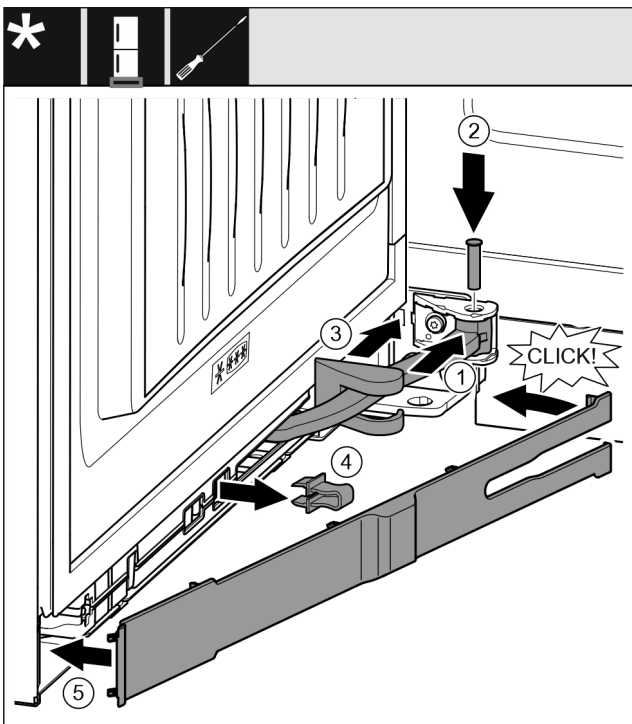

Fig. 47
- ▶ Drej leddet ophængt. Fig. 47 (1)
- ▶ Sæt bolten i ophæng og led med en skruetrækker T15. Sørg for, at låsekammen sidder korrekt i noten. Fig. 47 (2)
- ▶ Skub hængselkonsollens afdækning langs med dæmperen, og monter den over ophængt. Fig. 47 (3)
- ▶ Tag sikringen af. Fig. 47 (4)
- ▶ Anbring afdækningen i grebssiden, og sving den ind. Fig. 47 (5)